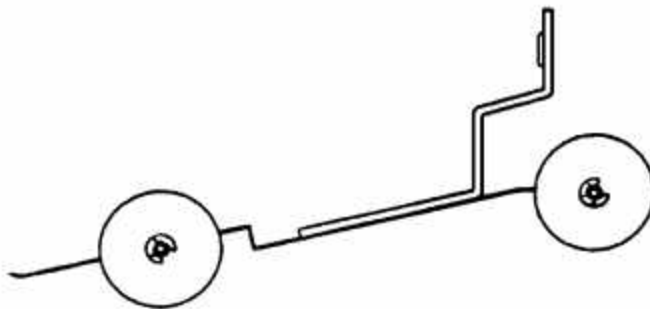

Figure 3 TRACK ROLLERS (4 ROLLER)
5. Install TRACK ROLLERS [4 roller] (Fig. 3 and 4).